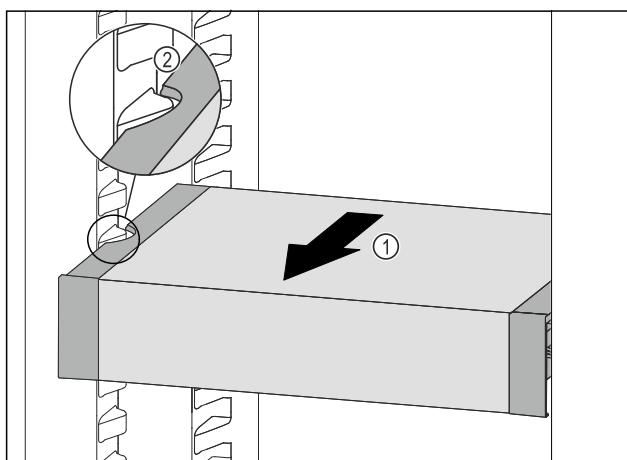

Fig. 107
- VarioSafe ťahajte dopredu Fig. 107 (1), kým sa bočné vybrania VarioSafe nebudú nachádzať vo výške rebra nádoby v chladničke. Fig. 107 (2)